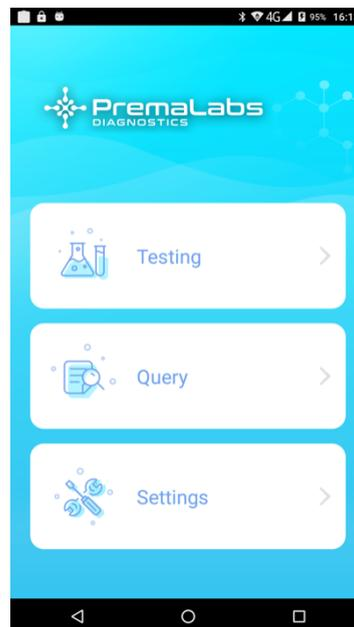

Figura 2 - Pagina iniziale
- a) Per iniziare il test, fare clic sul pulsante " Test" nella home page per accedere alla pagina di test (vedere la figura 2)